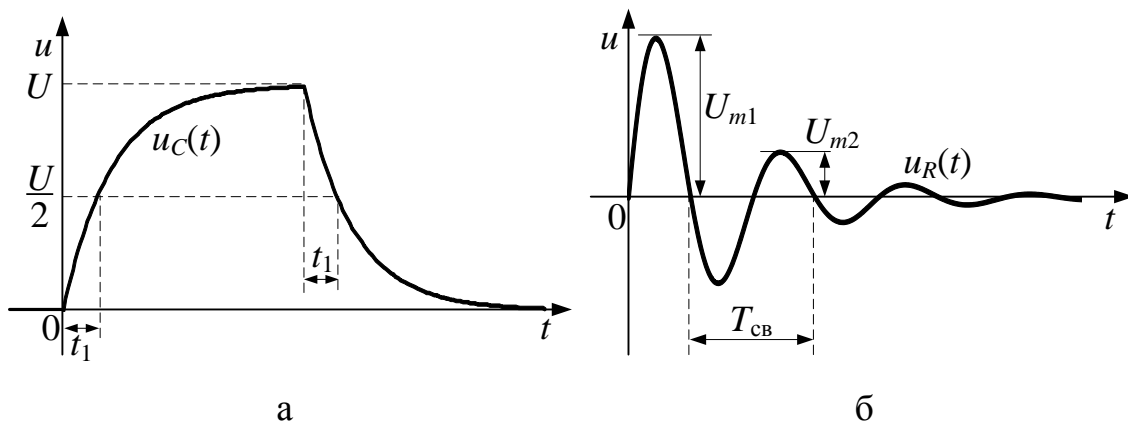

Рис. 6.6. Экспериментальное определение характеристик переходного процесса для апериодического (а) и колебательного (б) режимов
3) Настроить *Осциллограф* для удобного определения  $t_1$  – времени, за которое при аперидическом режиме происходит разряд емкости с  $U$  до  $U/2$  либо заряд с 0 до  $U/2$  (рис. 6.6, а). Зафиксировать осциллограмму с масштабами  $m_{u_C}$  и  $m_t$ . Рассчитать  $\tau$  и  $p_1$ . Результаты расчета записать в табл. 6.1.
3) Настроить *Осциллограф* для удобного определения периода свободных колебаний  $T_{св}$  и амплитуд двух соседних колебаний  $U_{1m}$  и  $U_{2m}$  напряжения на резисторе  $R$  (сдвинутых на  $T_{св}$ ) в соответствии с рис. 6.6, б. Зафиксировать осциллограмму с масштабами.